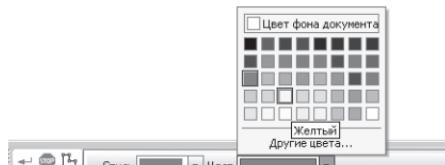

Рис. 86
- на панели **Свойства** щелкните ЛКМ на поле **Цвет**. На экране будет выведен диалог выбора цвета. Выберите щелчком ЛКМ необходимый цвет (например, желтый) – рис. 86;